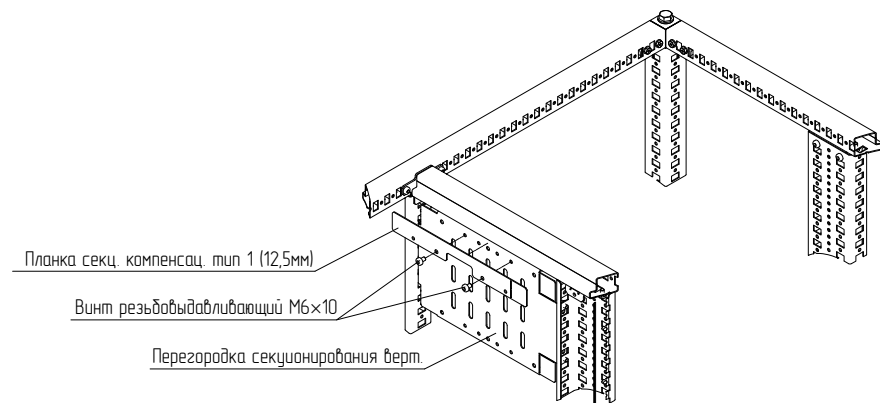

Рисунок 3
4.1.2 Приложить планку секционирования компенсационную тип 1 к перегородке секционирования вертикальной и закрепить винтами М6×10 (рисунок 3). Момент затяжки – 7 Н·м.